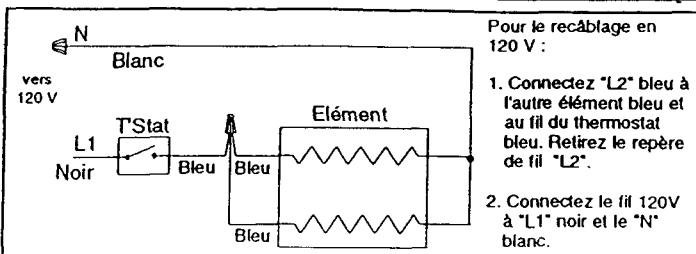

Figure 3 HT500 - re-câblage pour fonctionnement en 120V
4. Pour faire marcher le radiateur en 120 Volts, référez-vous à la figure 3. Connectez le câble L2 bleu à l'autre câble bleu ainsi que le fil bleu du thermostat. Retirez le repère du câble L2. Connectez le câble de 120 Volts au fil noir L1 et au câble blanc N (voir figure 3).